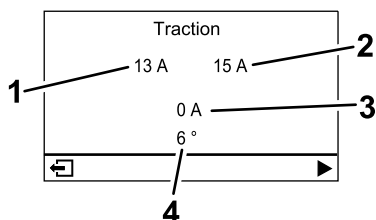

Figura 27
- **Ecrã de informações do motor** (Figura 27): mostra o ângulo atual da direção e a amperagem alocada a cada motor de tração.